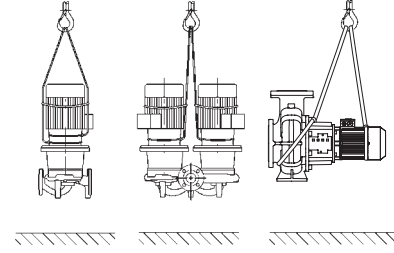

Fig. 6: نقل المضخة
- وتستخدم حلقات النقل الموجودة على المحرك للتوجيه فقط عند نقل الحمولة (Fig. 6).